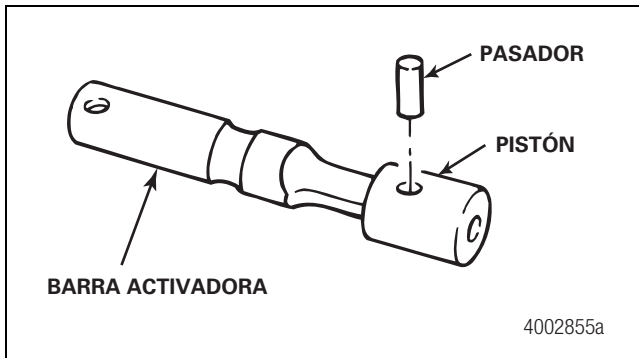

Figura 5.3
5. Si retiró el pasador, instálelo en la barra y en el pistón. Figura 5.3.